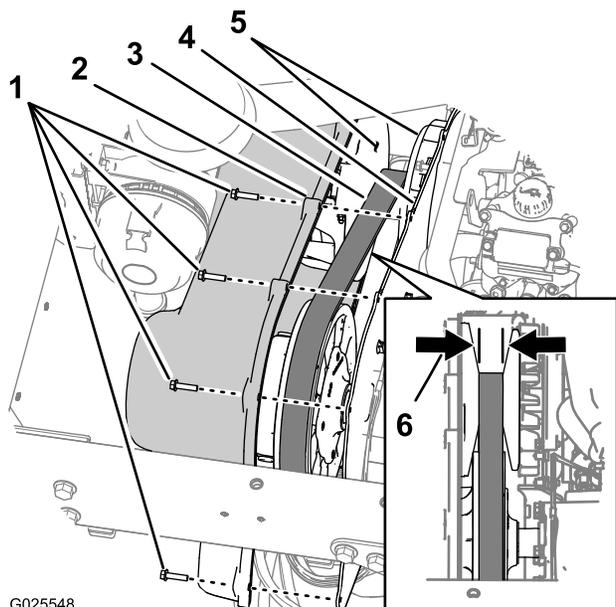

Figure 73
1. Retirez les 9 boulons à embase hexagonale (1/4 x 1 po) qui fixent le couvercle de la transmission à la plaque de montage (Figure 73).
2. Avancez le couvercle jusqu'à ce que la courroie d'entraînement soit visible (Figure 73).
3. Contrôlez l'état des faces coniques de l'embrayage primaire (Figure 73).
4. Vérifiez si des crans de la courroie d'entraînement sont manquants ou endommagés (Figure 73).
5. Mesurez et notez la largeur de la courroie (Figure 73).
**Remarque:** Si la largeur de la courroie est égale ou inférieure à 29,5 mm, remplacez la courroie (Figure 73).
6. Alignez les trous du couvercle de la transmission sur ceux de la plaque de montage (Figure 73).
7. Fixez le couvercle à la plaque de montage (Figure 73) au moyen des 9 boulons à embase hexagonale (1/4 x